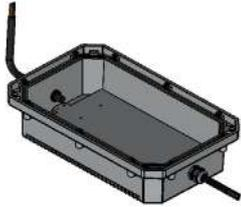

Figure 07
- Dénudez environ 6 mm d'isolation de chacun des 3 fils (L1, L2, Terre) et insérez les conducteurs dans le connecteur à connexion rapide comme indiqué à la figure 07. Assurez-vous que les fils sont correctement connectés et que l'isolation est correctement insérée dans les connecteurs.
④